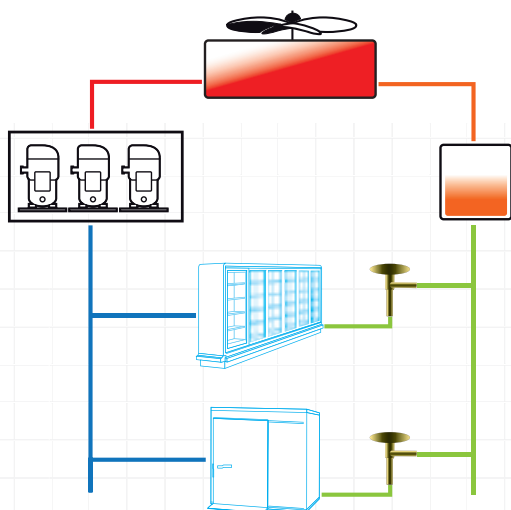

Fig. 2
- impianto standard con valvole d'espansione termostatiche (Fig.2);